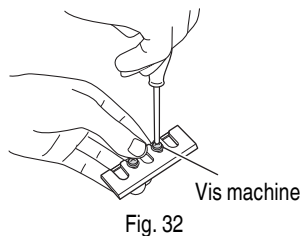

Fig. 32
- (1) Desserrer les 2 vis de fixation de la lame et la plaque de fixation (A). (Fig. 32)